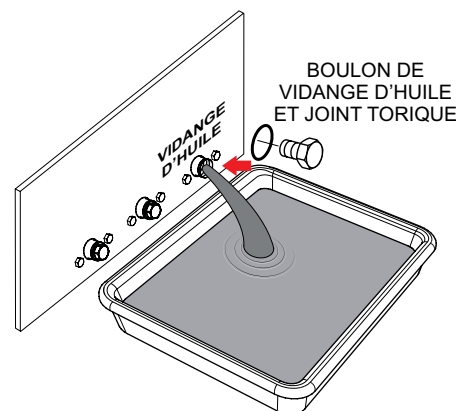

**Figure 54. Vidange de l'huile moteur**
3. Ensuite, retirez boulon de vidange d'huile et le joint torique (Figure 54) et laissez l'huile s'écouler dans un récipient approprié.